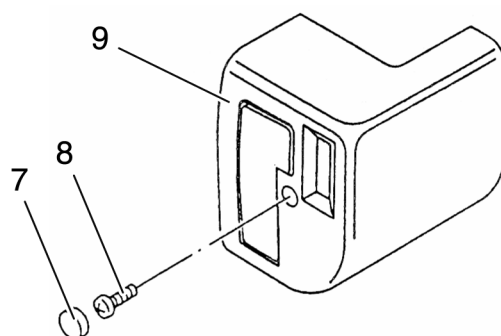

Рис. 4
- Снимите пластмассовый колпачок 7 (рис. 4).